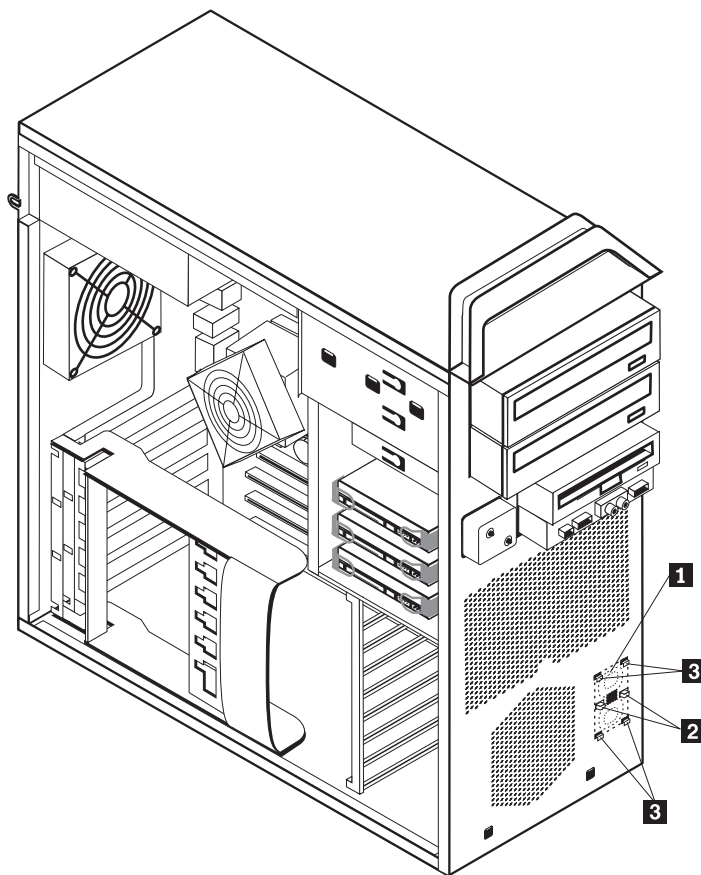

图 28. 卸下内置扬声器
5. 使用钝器（例如，圆珠笔的顶部）将内置扬声器的一个锁定卡口 **2** 拨开，并将扬声器 **1** 的这一侧向上滑动，直至锁定卡口打开。然后拨开内置扬声器的另一个锁定卡口，并将内置扬声器向上滑动直至扬声器卸下。请参阅图 28。